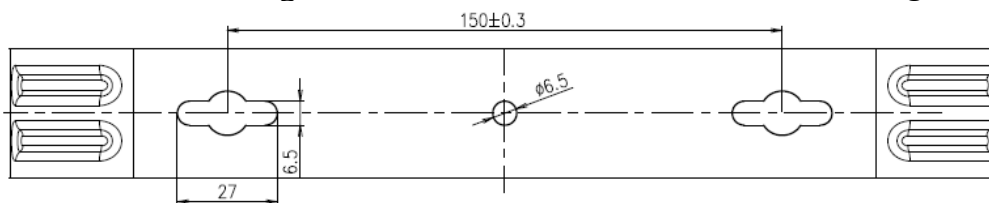

Fig.3
Le support mural (4) comporte 2 trous (voir Fig.3) à chacun desquels correspond une vis.